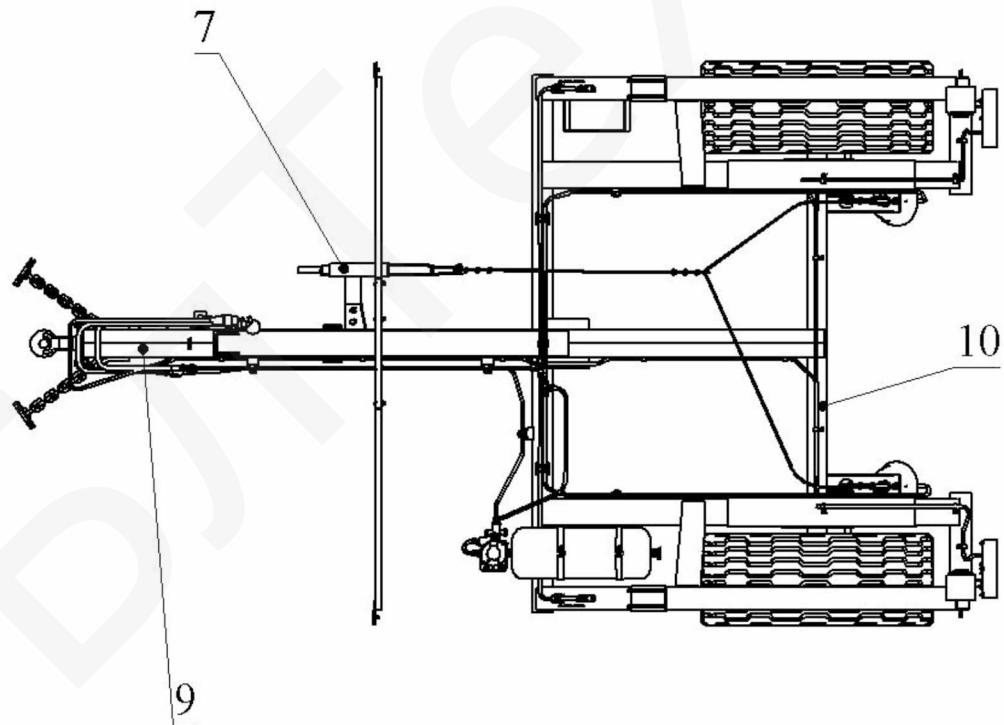

Рисунок 1.2 – Шасси полуприцепа
2.2 Шасси (рисунок 1.2) 1 полуприцепа состоит из однобалочного дышлармы 9, оси с колесами 10, стоек крепления кузова с усилительными трубами 11, соединенных между собой посредством сварки.